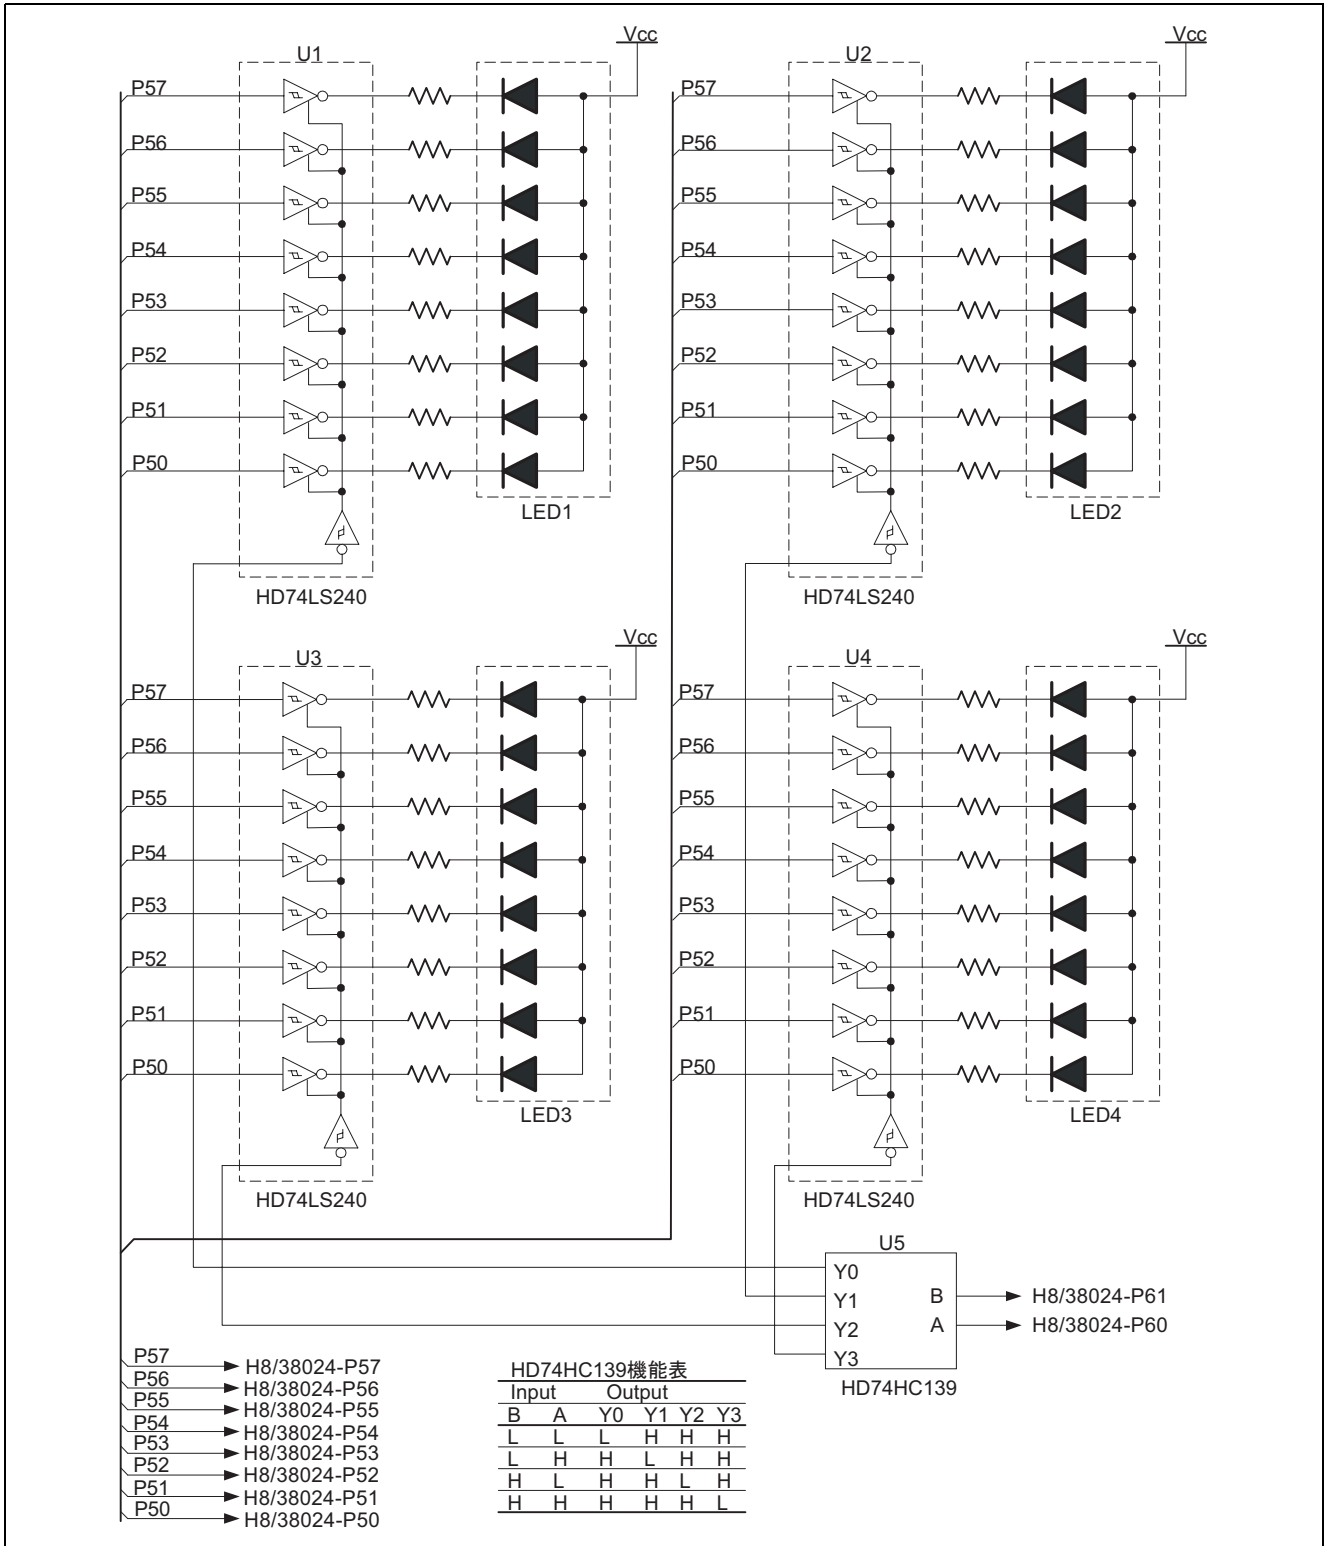

図2 7セグメントLED制御方法
- (7) 本タスク例では、7 セグメント LED を表示させるためにポート出力を 3 ステート出力インバータドライバ(HD74LS240)に入力して、ドライバの出力を 7 セグメント LED のカソードに接続しています。また 4 個の 7 セグメント LED を表示させるためのポートはすべての 7 セグメント LED に接続されており、7 セグメント LED の表示切替は、3 ステートインバータドライバのイネーブル端子により制御しています。また、7 セグメント LED の表示切替を行うための信号生成は、2-to-4-line デコーダ(HD74HC139)を使用し、2 本のポート出力により制御します。図 2 に 7 セグメント LED 制御方法について示します。